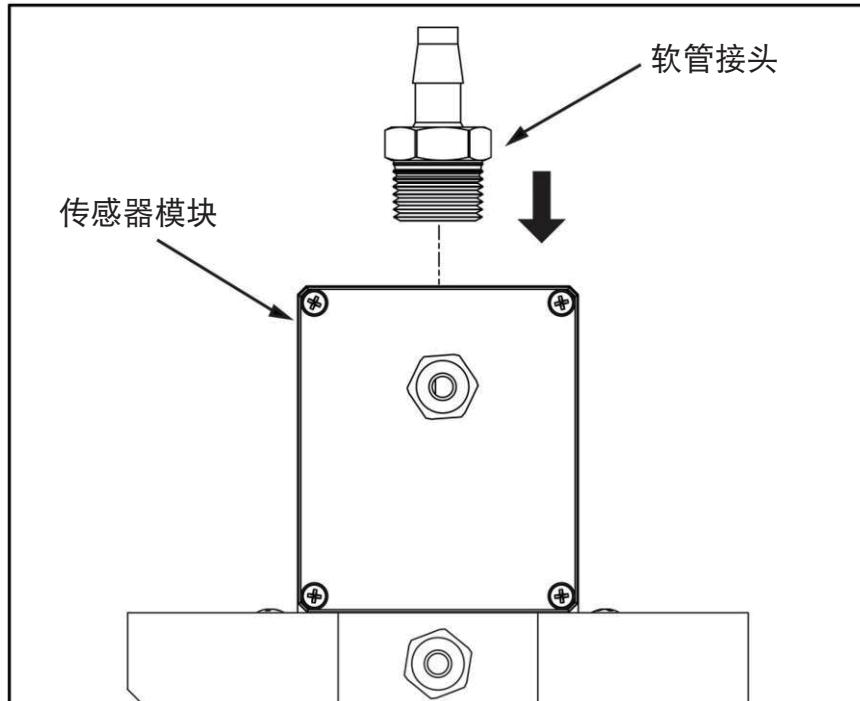

图4：软管接头
- 交流电源接线 (TB5) 如图4所示。端子2和4无连接。“零线”可高于地线电势。应使用16或14 AWG绞线。